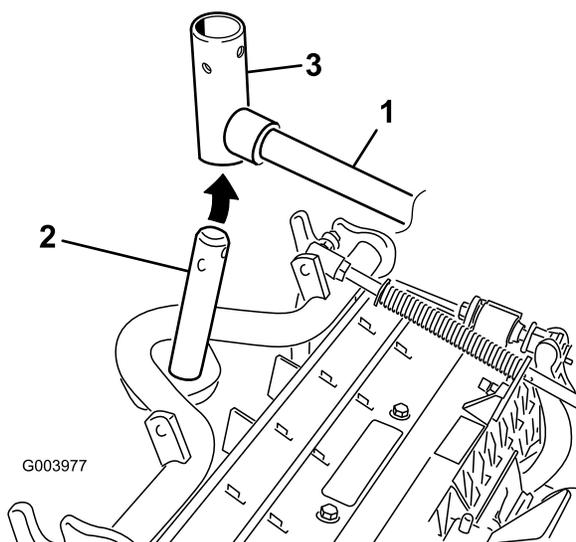

図10
8. フロントに取り付けるカッティングユニットは、昇降アームの下に入れるときにキャリアフレームのシャフトを昇降アームのピボットヨークに挿入する 図10。
- B. 昇降アームのヨークをキャリアフレームのシャフトに通す 図10。